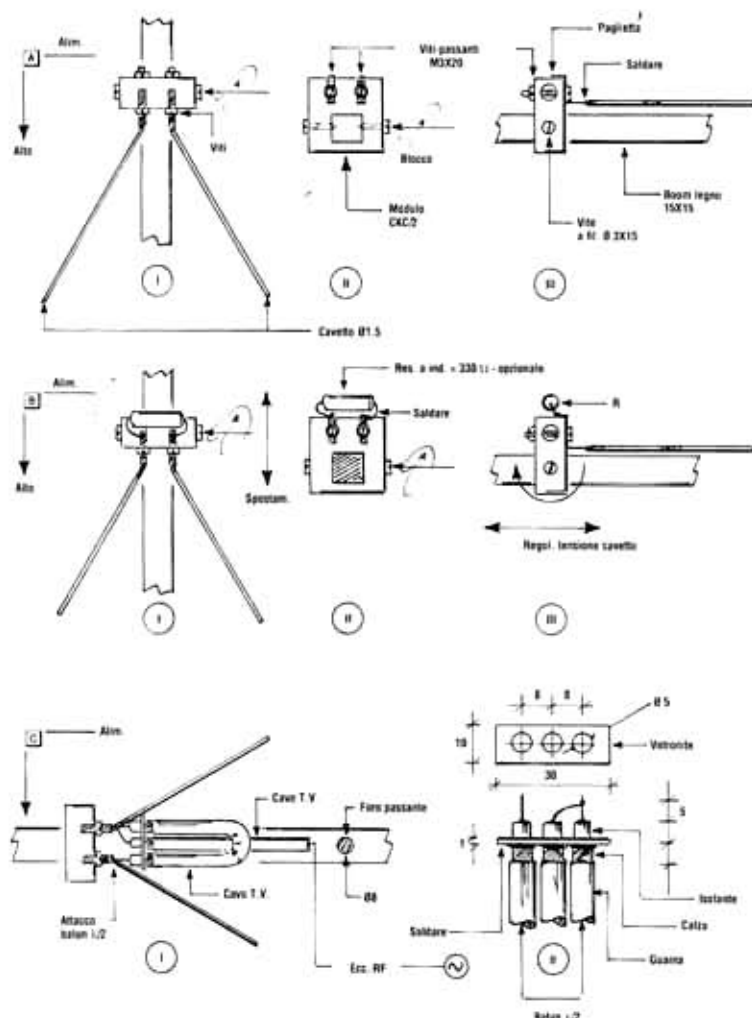

Fig. 5 - Antenna rombica a 3,9 lambda - Sistema di ancoraggio e alimentazione.
b) **Preparazione supporti di ancoraggio.** Unicamente per praticità sono stati usati due moduli tipo CKC/2 con foro quadrato. I fori laterali sono stati allargati per ospitare le viti di blocco al boom come si vede nella fig. 5/A (II° e III°). Sono state indispensabili due viti a causa delle dimensioni del profilato in legno, un poco scarse rispetto al foro. Nel modulo, i due fori superiori sono stati allargati a Ø 3 mm per ospitare le viti inox M3x20 che bloccano in posizione due pagliette argentate usate come ancoraggio a saldare per i due cavetti di antenna. Un supporto è usato per le eventuali resistenze di dissipazione, l'altro è usato come ancoraggio per i terminali del balun a mezz'onda in cavo coassiale tipo TV (questi ultimi dettagli, nella fig. 5/B e 5/C rispettivamente).
d) **Preparazione del balun a mezz'onda.** Fare riferimento alla fig. 5/C (I° e II°). La tecnica ultrasperimentata consiste nel fissare le sezioni di cavo TV su una basetta di vetronite ramata - massa comune - in tre fori predisposti. Successivamente si prepara la sezione pari a mezz'onda per la frequenza di lavoro (usare la formula: $150/F(\text{MHz})$ e moltiplicare per 0,81 se si usa cavo TV oppure 0,66 se si usa cavo tipo RG 58); si può usare cavo qualunque a patto che la sua lunghezza computata dal taglio della calza, sia pari a 1/2 onda elettrica. Il cavo TV oppure RG è spellato per circa 15 mm; la calza è stagnata per 5